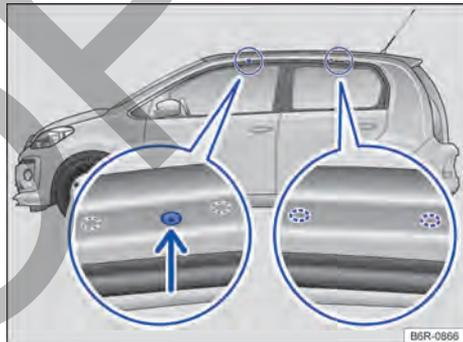

Fig. 96 Vehículos sin barra del techo: Puntos de fijación de los soportes básicos del portaequipaje de techo (ambos lados)
Los agujeros o marcas de los puntos de fijación de los soportes de base delanteros se encuentran en el lado inferior de las vigas del techo → fig. 96 (lupa izquierda). Los orificios o marcas para fijación detrás se encuentran en la parte inferior de las vigas del techo → fig. 96 (lupa derecha).
- Fije los soportes de base **solo** en las marcas indicadas en la figura → fig. 96.